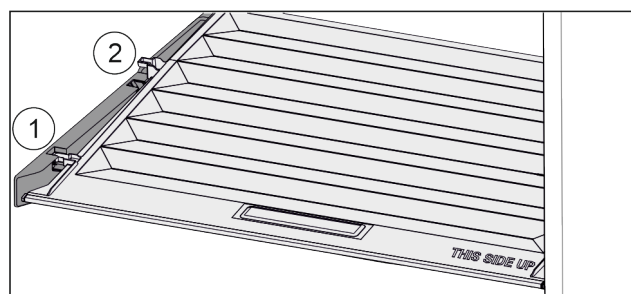

Fig. 20
- ▶ Издърпайте напред Fig. 20 (1) капака до отвора в задържащите части.
- ▶ Повдигнете го отзад отдолу и отстранете Fig. 20 (2) нагоре.